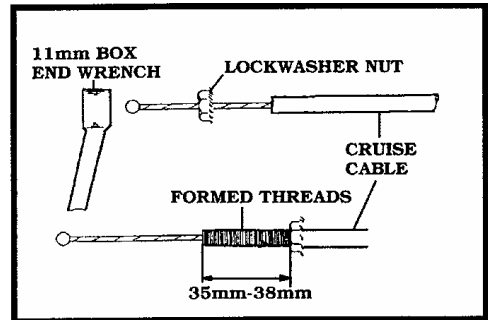

Figure 20
1. 首先須在鋼索外管的末端製造螺紋，將保險螺帽(五金零件包件號 G18) 用手旋入鋼索外管的末端約2~3mm (注意不可偏斜)，然後使用11mm的梅花扳手(開口扳手亦可)繼續將螺帽旋入約35~38mm。(Figure 20)
3. 同A.1.的方式將鋼索外管的末端成型螺紋。(參閱 Figure 20)
1. 同A.1.的方式，將鋼索外管的末端成型螺紋。（參閱 Figure 20及15頁文字說明）